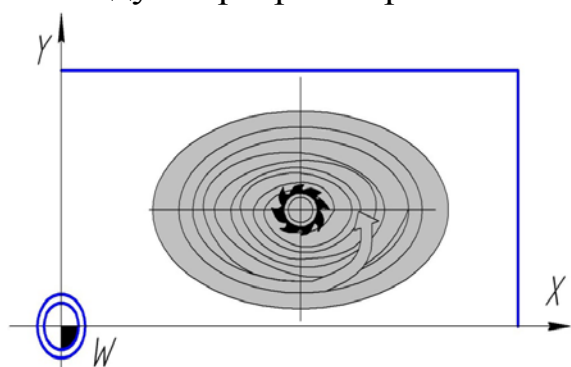

Рис. 4.56. Круглый карман и траектория движения инструмента при его обработке
2. Затем инструмент перемещается с рабочей подачей F по указанной на рис. 4.56 спиральной траектории.